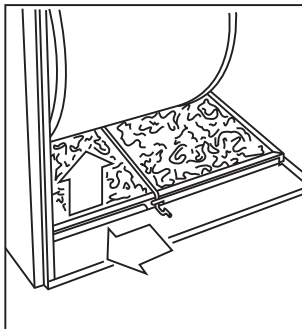

Fig. 25 - Dégager la tige de retenue du filtre (entrée inférieure)
• FILTRE(S) À AIR DANS LE COMPARTIMENT DE LA SOUFFLANTE, EN BAS :
c. Glisser le dispositif de retenue du filtre sur le côté de manière à le dégager du verrou (voir fig. 25).